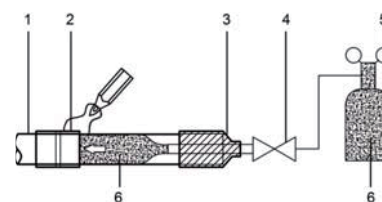

Рисунок 4.4
- Когда во время пайки трубопровод заполнен азотом, давление азота необходимо снизить до 0,02 МПа с помощью клапана для снижения давления. См. рисунок 4.4.